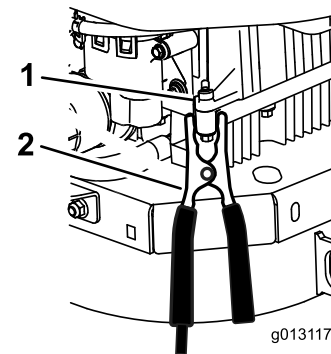

Bild 61
6. **Stellen Sie die letzte Verbindung am Motorblock des nicht anspringenden Fahrzeugs (NICHT am Minuspol der Batterie) von der Batterie entfernt her und nehmen Sie Abstand (Bild 61).**